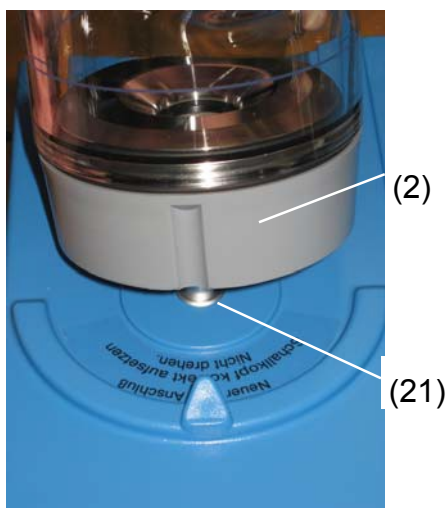
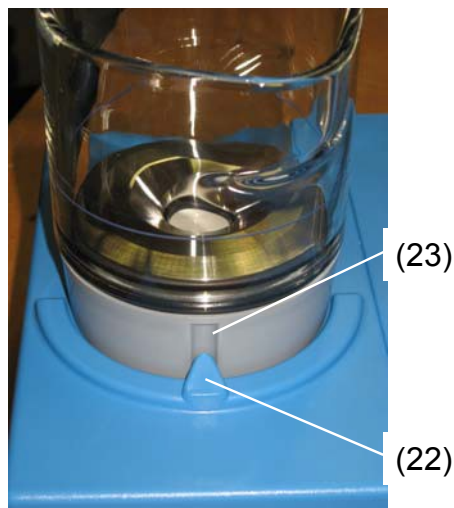

Figura 4
Figura 5
2. Atașați capul cu ultrasunete (2) cu conexiunea plug-in (21) pe caseta albastră (figura 4). Aveți grijă să fixați ciocul casetei albastre (22), în canelura capului cu ultrasunete (23) (figura 5)